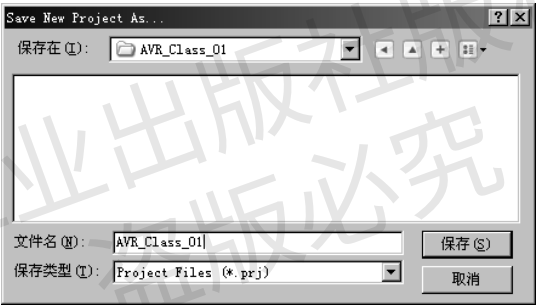

图 1-13 保存项目
- (2) 指定保存路径并输入工程名称，如图 1-13 所示。